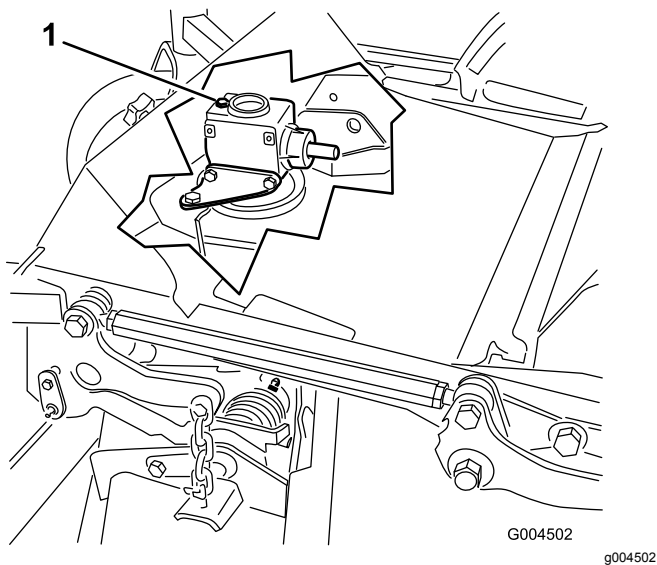

図 29
- ギアボックスの上部についているディップスティック兼給油プラグを取り、オイルの量が、ディップスティックについている2本のマークの間にあることを確認する **図 29**。
6. ギアボックスの上部についているディップスティック兼給油プラグ 図 29 を取る。